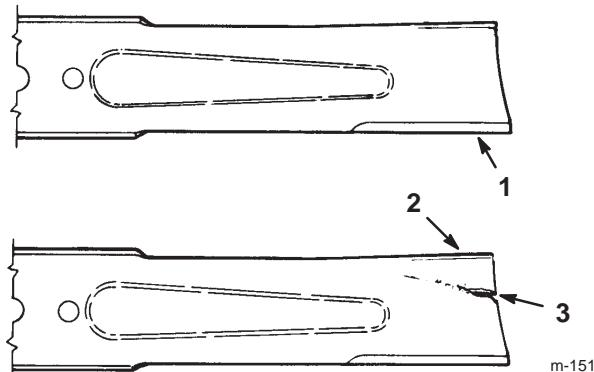

Figure 28
2. Inspectez les tranchants de la lame (Fig. 28). Si elle n'est pas tranchante ou si elle présente des indentations, déposez et aiguisez la lame (voir Aiguisage de la lame, page 31).
3. Inspectez la lame, surtout la partie incurvée (Fig. 28). Remplacez immédiatement toute lame endommagée, usée ou qui présente une entaille (Fig. 28).